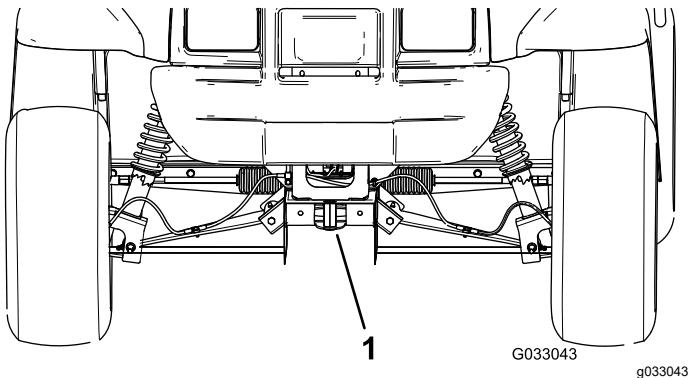

Bild 20
- Die vordere Hebestelle der Maschine befindet sich vorne am Rahmen hinter der Anhängerkupplung (Bild 20).